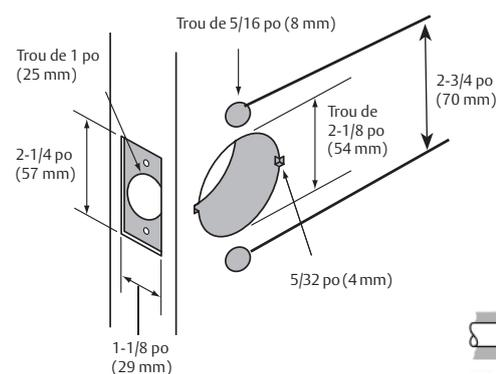

Figure 2
3. Vérifiez les dimensions (voir figure 2).